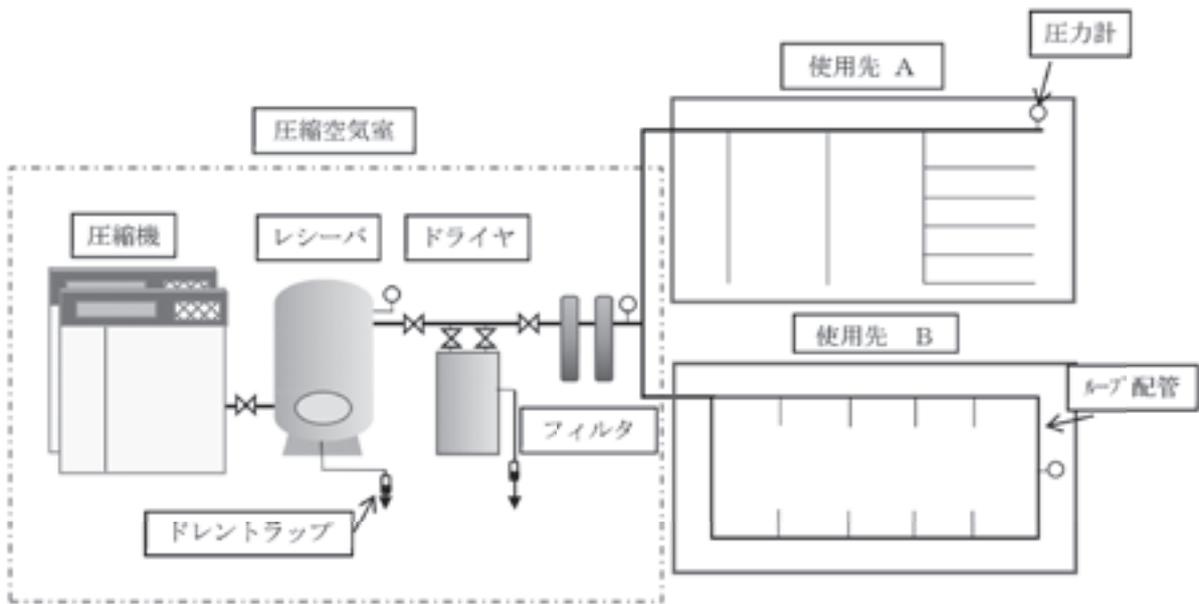

図1. 基本構成
まず、省エネ活動の基本は現状把握です。図1では圧縮空気の系統を簡易に描いています。一般に圧縮機で圧縮空気が溜められレシーバ⇒ドライヤ⇒フィルタ⇒負荷設備（ドライヤ⇒フィルタ⇒レシーバ⇒負荷設備の場合もある）の順に供給されることになります。空気圧縮機の省エネとさえばすぐに空気圧の見直し（低下）がありますが、まずは全体の構成を見据えて、それぞれに改善の余地がないか現場で確認しましょう。例えば下表の着眼点を参考にしてみてください。
- ①圧縮機から末端までの配管はできるだけ太くしましょう。
- ・圧力損失を補う方法としてループ配管にすると母管に流れる量が1/2になり圧力降下が少なくなります。(図1 使用先B)
- ②生産設備増設等で圧縮機を増設・増強した時も配管の太さを確保しましょう。
配管にバルブやフィルタ等仕切りが多い配管は圧力損失が大きくなります。図1のようにレシーバとフィルタ後等に圧力計を設置して、定期的に測定、記録しておく対策が取りやすくなります。